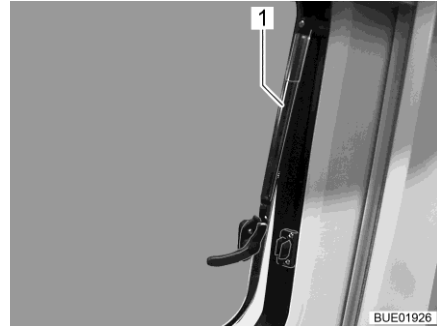

Fig. 12 Ventana abatible con soportes automáticos, abierta
- Abrir la ventana abatible hasta la posición deseada. Dejar que la ventana abatible engatille automáticamente con el soporte automático (Fig. 12,1).